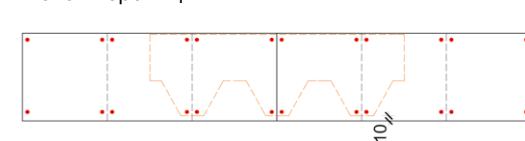

Рис. 17. Схема крепления коньково-карнизной черепицы Döcke на карнизе.
7.1.4 Крепеж карнизной черепицы осуществляется на кровельные гвозди (тип 1, таблица №1). Отступ гвоздя от верхнего края карнизной черепицы составляет 25 мм. Нижний ряд гвоздей, места стыков и перфорация должны закрываться лепестками первого ряда гонтов гибкой черепицы (рис. 17).
8.2.12 Нижняя кромка гонтов первого ряда должна отступать на 10 мм от нижней кромки карнизной полосы (рис. 17). Гонты ламинированной черепицы Döcke должны отступать на 10 мм от перегиба карнизной планки, т.к. не требуют применения карнизной черепицы.